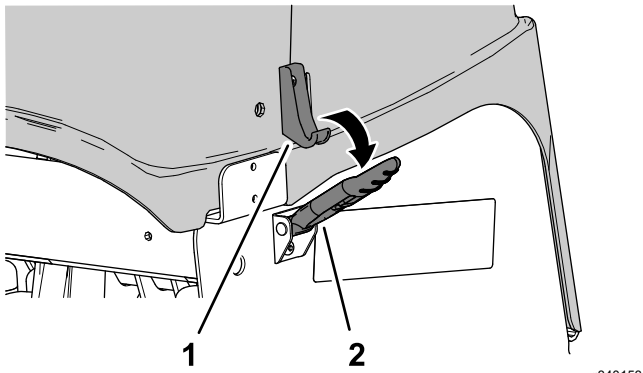

Bild 150
4. Entriegeln Sie die Abdeckung des Aerifizierkopfs an den vier Verriegelungspunkten (Bild 148 und Bild 150).